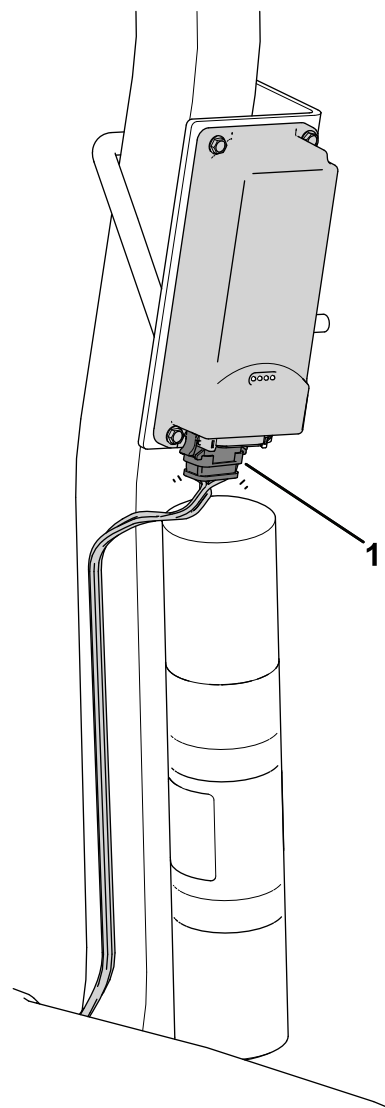

**Figure 12**
2. Avec un étrier fileté et 2 écrous à embase ( $\frac{3}{8}$ " ), fixez le support du dispositif sur la surface au-dessus du tube de rangement du manuel sur l'arceau de sécurité (Figure 12).